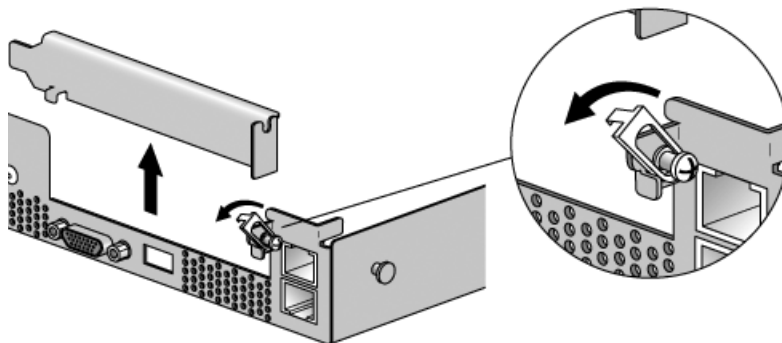

図 4-7 横型 PCI カードの取り外しまたは取り付け
3. サーバーの背面パネルの外側にある、カードラッチを固定しているねじを緩めます (図 4-7 を参照)。